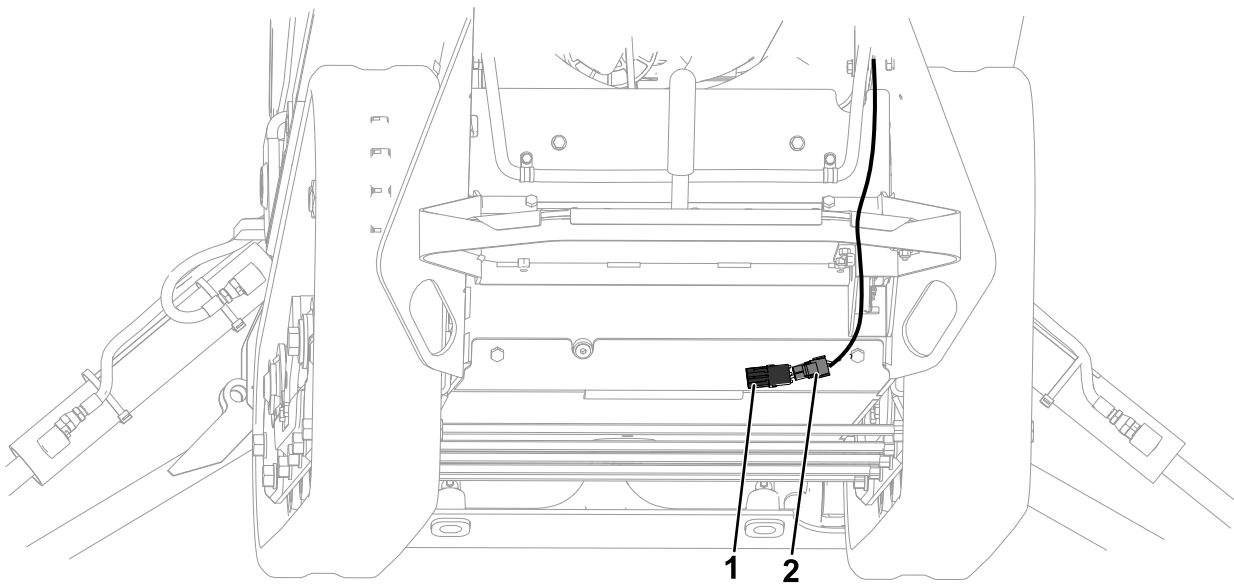

Figuur 13
10. Verwijder het onderste deksel van de tractie-eenheid door de 2 bouten te verwijderen waarmee het bevestigd is (Figuur 13).